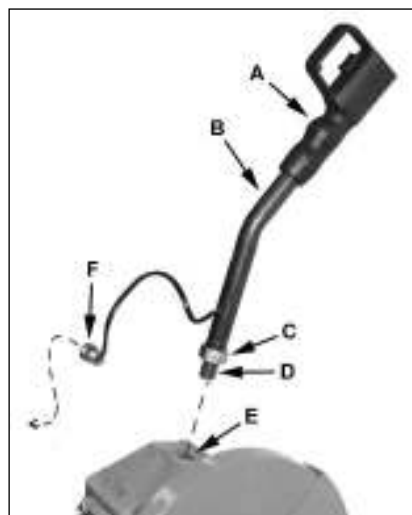

Рис. 1
Завинтите резьбовую часть (D, Рис. 1) управляющей ручки (B) в резьбовое отверстие (E). Закрепите контргайку (C).
Загорится зеленая лампа подачи питания (Y). Запустить станок можно нажав пальцем пусковую кнопку на управляющей ручке (А, Рис.1). Чтобы остановить станок, отпустите пусковую кнопку.